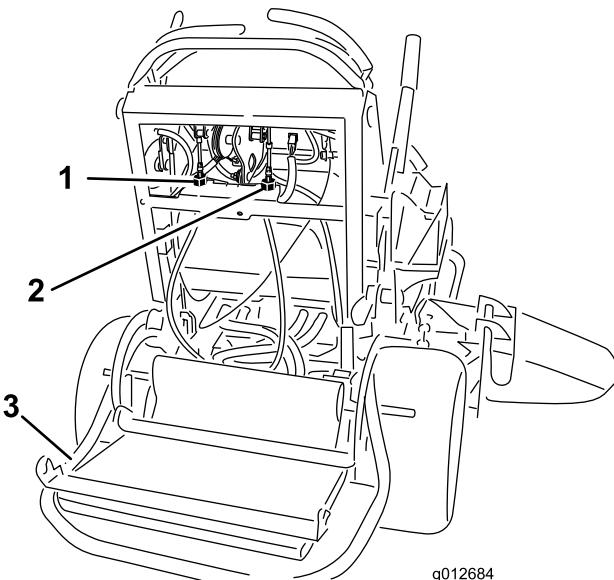

Figure 67
6. Placez le verrou à câble sur les écrous de réglage de câble pour bloquer le réglage (Figure 67).